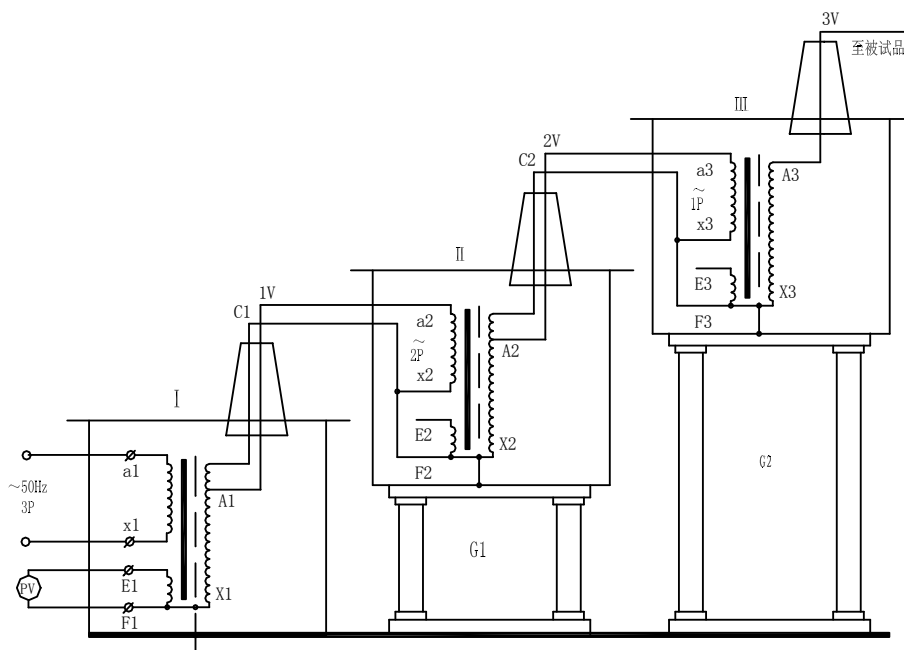

图 5：三台试验变压器串级接线原理图
1、三台试验变压器串级获得更高电压的接线原理见图 5。串级高压试验变压器有很大的优越性，因为整个试验装置由几台单台试验变压器组成，单台试验变压器容量小、电压低、重量轻，便于运输和安装。它既然可串接成高出几倍的单台试验变压器输出电压组合使用，又可分开成几套单台试验变压器单独
使用。整套装置投资小，经济实惠。图 5 中，在第一级和第二级的每个单元试验变压器中都有一个励磁绕组  $A_1$ 、 $C_1$  和  $A_2$ 、 $C_2$ 。在串级试验变压器基本原理图中，低压电源加在试验变压器 I 的初级绕组  $a_1x_1$  上，单台试验变压 I、II、III 的输出电压都是  $V$ 。励磁绕组  $A_1$ 、 $C_1$  给第二级试验变压器 II 的初级绕组供电；第二级试验变压器 II 的励磁绕组  $A_2$ 、 $C_2$  给第三级试验变压器 III 的初级绕组供电。第二级试验变压器 II 和第三级试验变压器 III 的箱体分别处在对地为  $1V$  和  $2V$  的高电位上，所以箱体对地是绝缘的，试验变压器 I 的箱体是接地的。这样第一级、第二级、第三级试验变压器对地的额定输出电压分别为  $1V$ 、 $2V$ 、 $3V$ ；其额定容量分别为  $3P$ 、 $2P$ 、 $1P$ 。